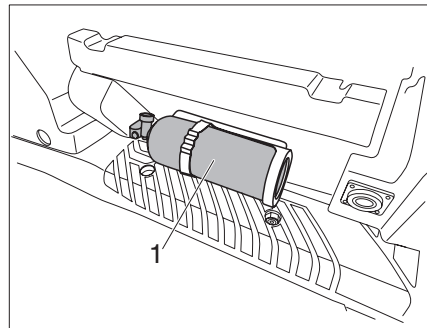

Fig. 1 Extintor
- 1) El extintor está incluido en el volumen de suministro en algunos países. El extintor de incendios (Fig. 1,1) se encuentra detrás del asiento del conductor.